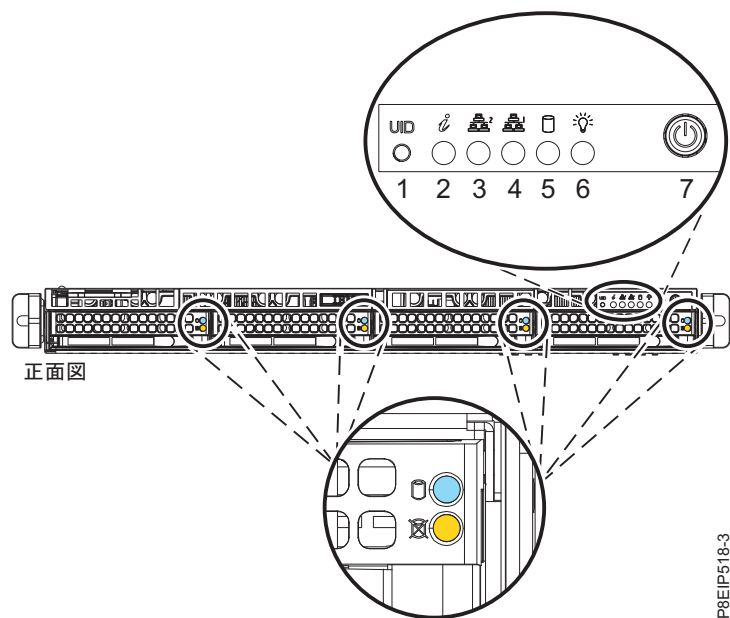

図 66. 7063-CR1 の電源スイッチ
2. 電源ボタン (7) を押します (図 66 を参照)。 スイッチは 0.5 秒から 3 秒間押す必要があります。